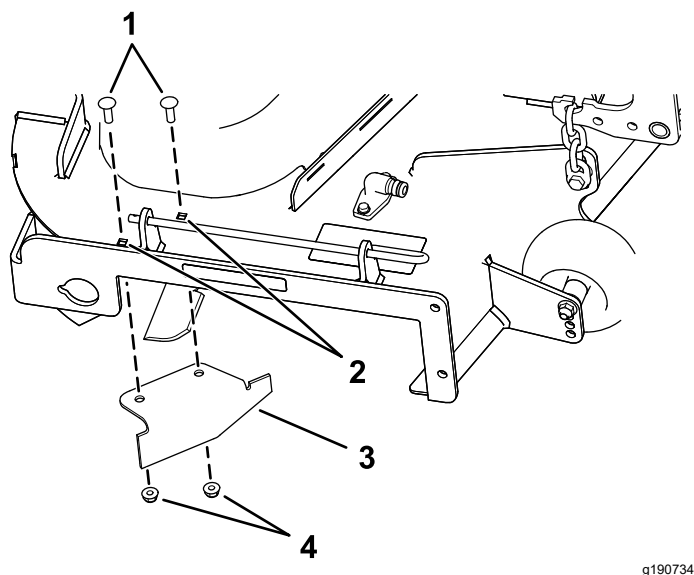

Figura 16
9. Localizai deflectorul de separare din punga cu accesorii i îndepărtai elementele de fixare ale orificiilor spate ale plăcii de evacuare (Figura 16).